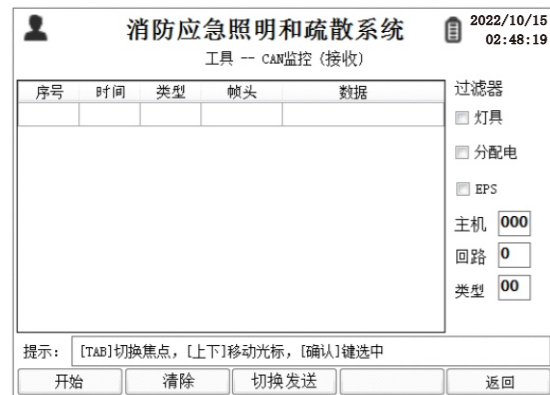

图8.5.1
- 按[CAN监控]键,进入CAN监控界面(如图8.5.1)。(按[Tab]键,切换筛选灯具、分配电、EPS、主机、回路和类型项,按确认键进行选择)